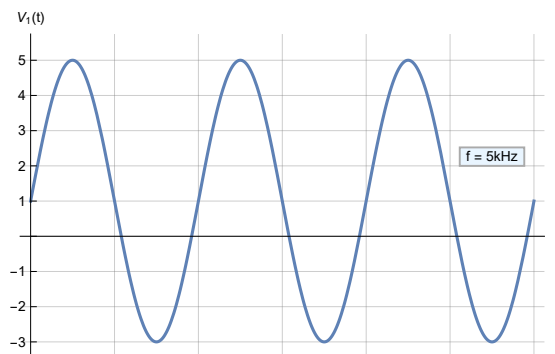
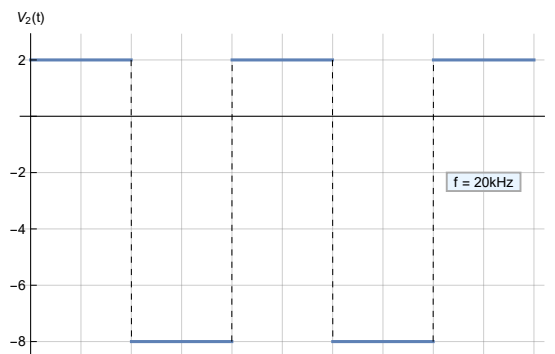
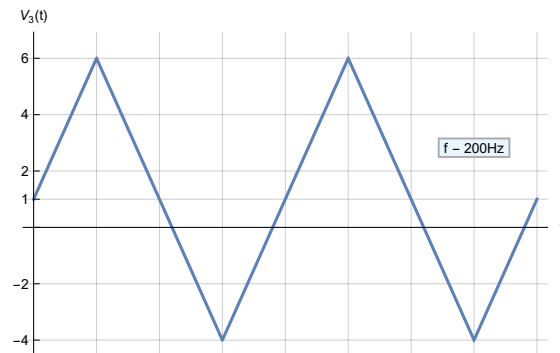

Fig. 1.1: Onda sinusoidal.
Fig. 1.2: Onda Cuadrada.
Fig. 1.3: Onda Triangular.
1. Calcular el voltaje pico y negativo, el promedio y eficaz de las señales $V_1(t)$, $V_2(t)$ y $V_3(t)$, mostradas en la Fig. 1.1, Fig. 1.2 y Fig. 1.3.